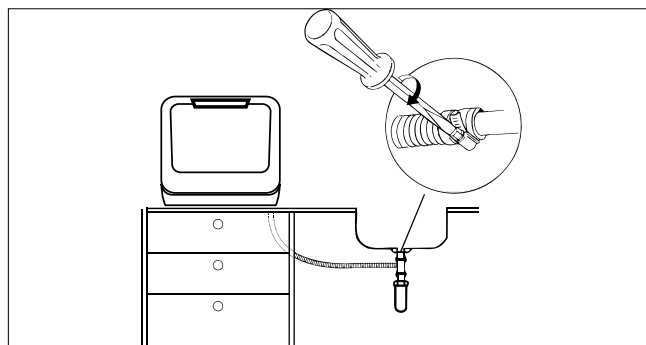

Afb. 8 – Sifonaansluiting
- ▶ Sluit de afvoerslang aan op de sifon (voor wasmachines) van de afvoerpijp onder de gootsteen (zie Afb. 8). Zorg voor voldoende verval van de waterafvoerslang. Het apparaat moet minstens 4 cm boven de afvoer worden geplaatst.